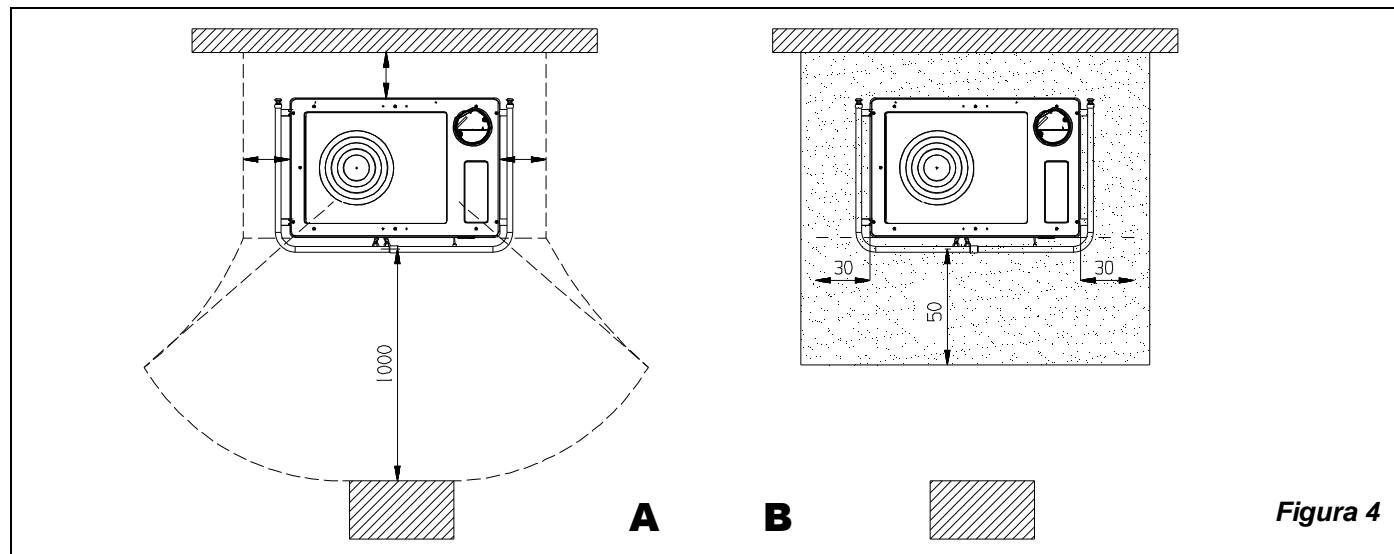

Figura 4
- Al fine di assicurare un sufficiente isolamento termico, rispettare la distanza minima di sicurezza dal retro e da entrambi i lati da elementi costruttivi ed oggetti infiammabili e sensibili al calore (mobili, rivestimenti di legno, stoffe ecc.) (vedi Figura 4 **A**). **Tutte le distanze minime di sicurezza sono indicate sulla targhetta tecnica del prodotto e NON si deve scendere al di sotto dei valori indicati.**
- qualora il prodotto venga installato su un pavimento di materiale infiammabile, bisogna prevedere un sottofondo ignifugo. **I pavimenti in materiale infiammabile**, come moquette, parquet o sughero etc., **devono essere sostituiti** da uno strato di materiale non infiammabile, ad esempio ceramica, pietra, vetro o acciaio etc. (dimensioni secondo l'ordinamento regionale). Il sottofondo deve sporgere frontalmente di almeno **50 cm** e lateralmente di almeno **20 cm** oltre all'apertura della porta di carico (vedi Figura 4 **B**).